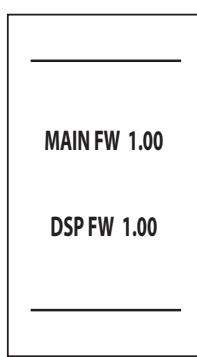

fig. 7 - Encendido / Versión del software
- En los cinco primeros segundos, en la pantalla se visualiza la versión del software de la tarjeta y de la pantalla (fig. 7).